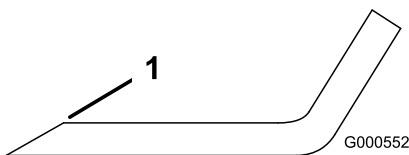

Figura 57
- Utilice una lima para afilar el filo de corte en ambos extremos de la cuchilla (Figura 57).
Nota: Si la cuchilla no está equilibrada, rebaje algo el metal en la parte de la vela solamente con una lima (Figura 57).